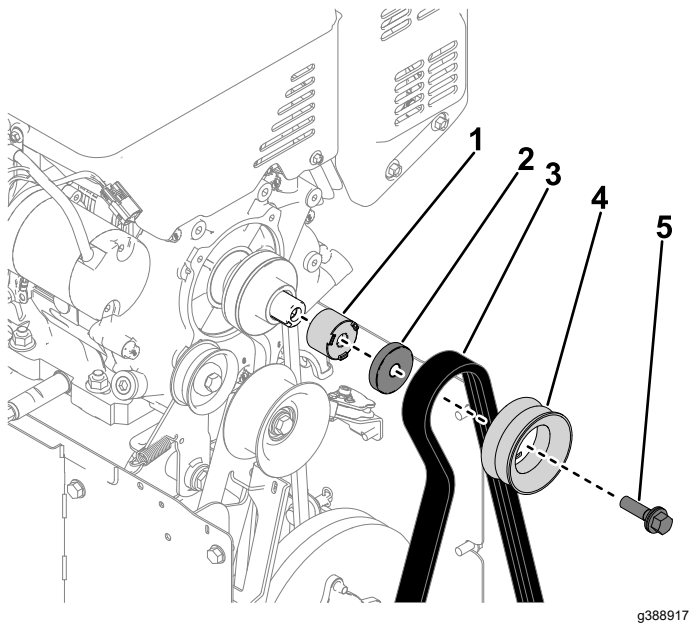

Bild 7
2. Entfernen Sie die Schraube (7/16" x 1¾"), mit der die Räumwerkscheibe an der Welle befestigt ist. Entfernen Sie die Riemenscheibe, den Räumwerkriemen, den Riemenscheibenträger und die Distanzscheibe von der Welle (Bild 7).